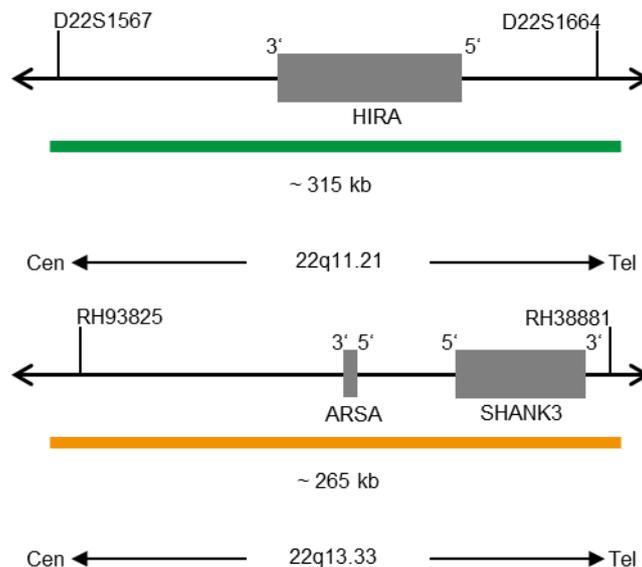

Abb. 1: Oben: SPEC HIRA Sondenlokalisation; Unten: SPEC SHANK3 Sondenlokalisation (nicht maßstabsgetreu)
- ZyGreen (Anregung 503 nm/Emission 528 nm) markierten Polynukleotiden (~10 ng/μl), die gegen Sequenzen in 22q11.21\* (chr22:19,191,435-19,506,869) gerichtet sind, welche die HIRA-Genregion enthalten (siehe Abb. 1).
- ZyOrange (Anregung 547 nm/Emission 572 nm) markierten Polynukleotiden (~4,5 ng/μl), die gegen Sequenzen in 22q13.33\* (chr22:50,924,766-51,188,029) gerichtet sind, welche die SHANK3-Genregion enthalten (siehe Abb. 1).